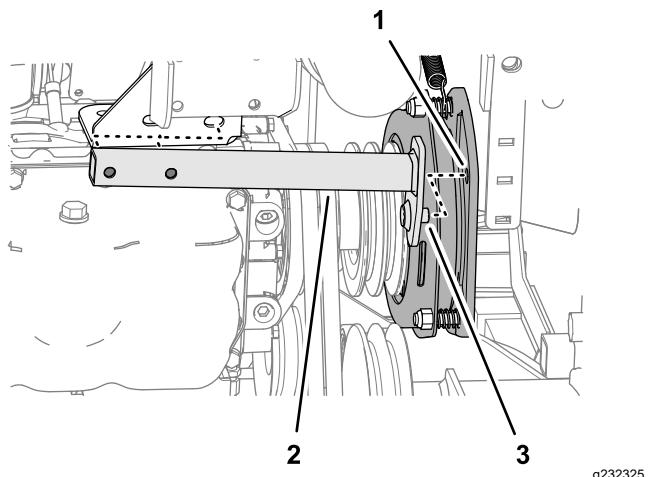

Figura 92
7. Spostate il tubo antirotazione indietro e rimuovetelo dalla macchina (Figura 92).
2. Allineate il perno del tubo antirotazione con il foro nella piastra della frizione della PDF; fate riferimento alla Figura 92 in Rimozione delle cinghie della PDF \(pagina 66\).